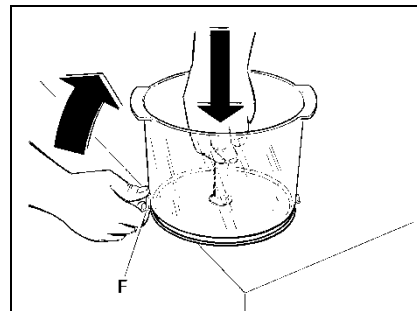

Fig. 11
- Poser le conteneur A sur une surface plane (fig. 11). Saisir d'une main la tige centrale et de l'autre tirer le levier F vers l'extérieur (fig 11) de manière à pouvoir désassembler le fond en inox et le cylindre en plastique transparent qui composent le bac.